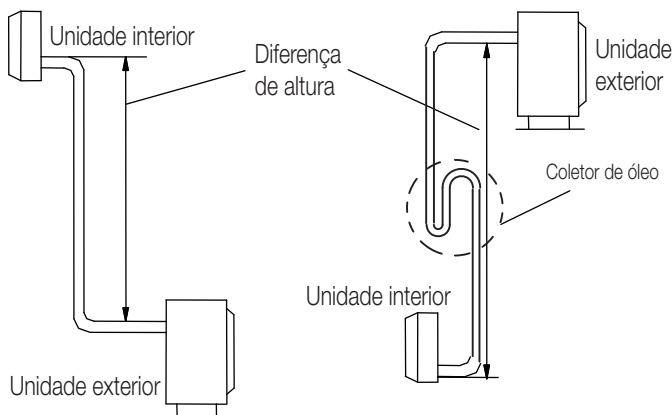

Fig. 3
- Se a posição de instalação da unidade exterior estiver acima da posição da unidade interior e o tubo tiver mais de 10 m, coloque um coletor de óleo na tubagem do gás a cada 8 m. (Fig. 3)